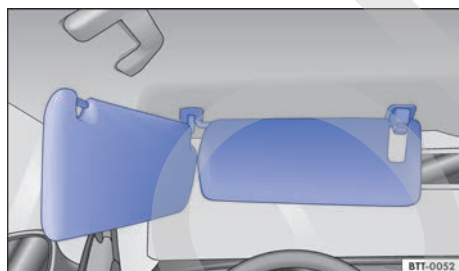

Fig. 128 En el revestimiento interior del techo: parasol doble para el conductor:
- Una vez girados hacia las puertas se pueden desplazar longitudinalmente hacia atrás → fig. 128.